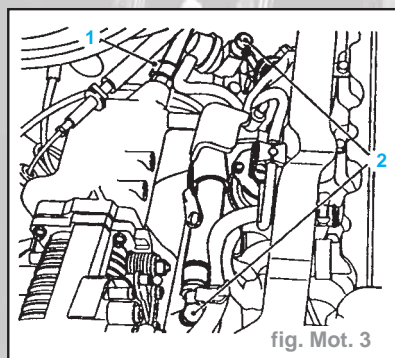

fig. Mot. 3
- Déposer la canalisation à dépression de servofrein (1) du collecteur d'admission (fig. Mot. 3).
- Déposer les canalisations de carburant (2) de la rampe d'injection de carburant.